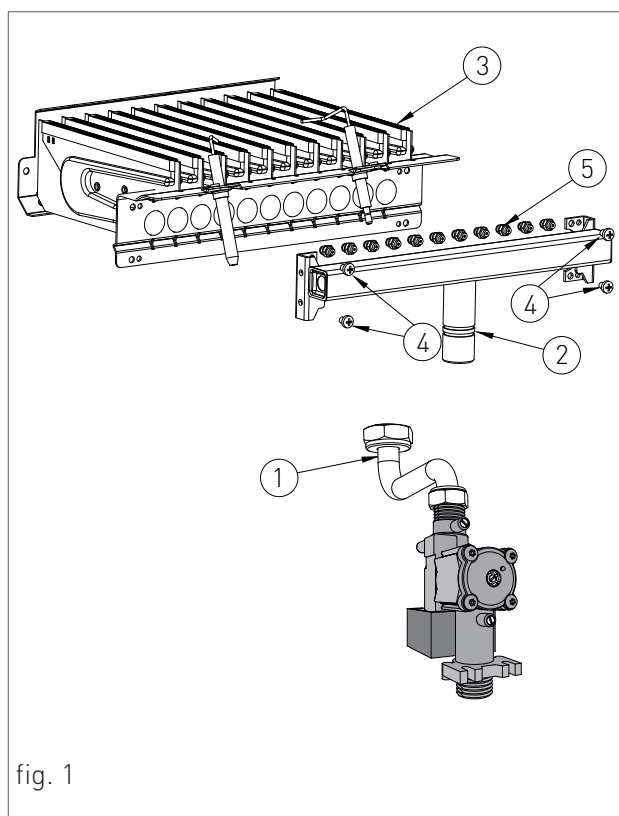

fig. 1
- > collegare un tubo flessibile al rubinetto di scarico dell'impianto 'RS' (fig. 1) e collocare l'altra estremità del tubo flessibile ad un adeguato scarico;
- > ruotare il rubinetto di scarico dell'impianto 'RS' (fig. 1);
- › premere il pulsante posto tra i due contatti elettrici del dispositivo termostato fumi (vedi fig.1);
Per eseguire la trasformazione procedere nel seguente modo (vedi fig. 1):
La regolazione della temperatura si effettua per mezzo della manopola '1' fig.1.